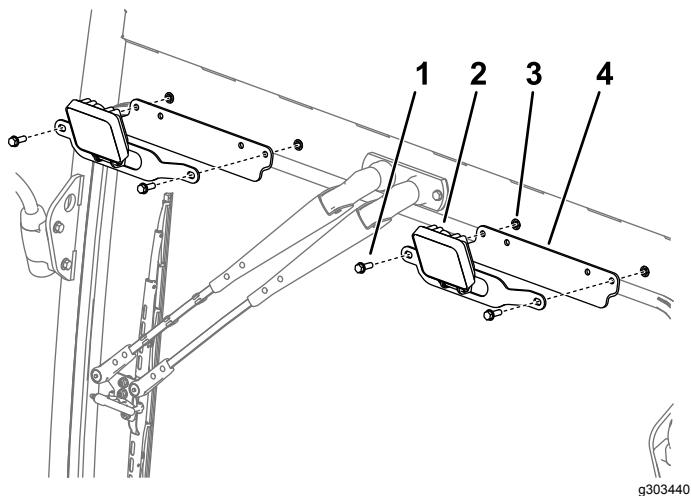

Рисунок 7
- Подсоедините узлы рабочих осветительных приборов и крепежные кронштейны к передней части машины, как показано на Рисунок 7, используя винты и крепежные кронштейны, снятые при выполнении пункта 3.
- Подсоедините узлы рабочих осветительных приборов и крепежные кронштейны к задней части машины, как показано на Рисунок 7, используя винты и крепежные кронштейны, снятые при выполнении пункта 5.